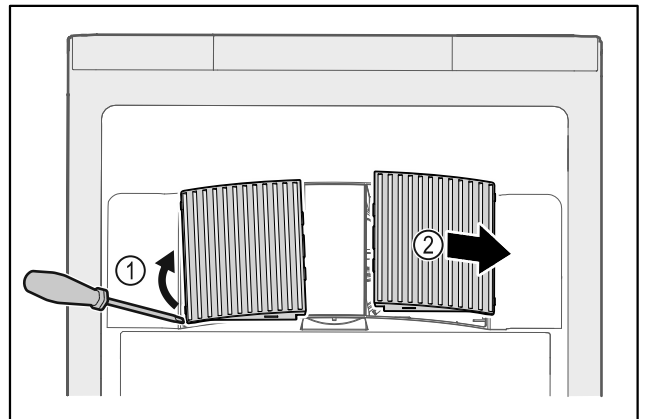

Fig. 171
- ▶ Kangutage ventilaatorikatte ettevaatlikult küljelt välja Fig. 171 (1) ja võtke ettepoole maha Fig. 171 (2).